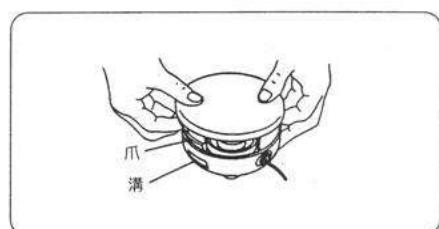

図8
⑦ナイロンコードキャップをナイロンコートボーデーの爪穴位置に合わせてパチンと音がするまで押し込みます。(図8)